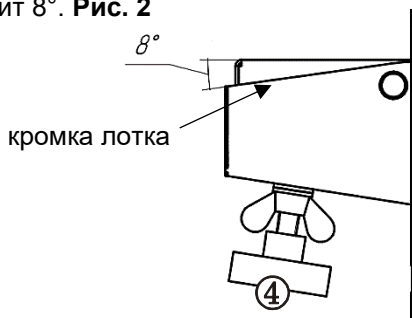

Рис. 2
5.8 Столик для модели **(3)** может быть установлен в удобном положении наклона. Отрегулируйте угол наклона столика: ослабьте контргайку, ручкой регулировки наклона столика **(4)** выставите необходимый угол и зафиксируйте контргайкой. На столик нанесена разметка под углы 25, 55, 60, 65, 120°. При наклоне столика **(3)** параллельно кромке лотка угол наклона составит 8°. **Рис. 2**